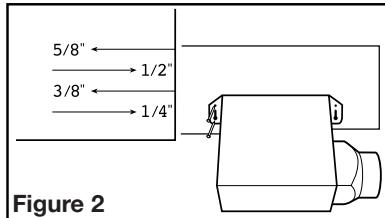
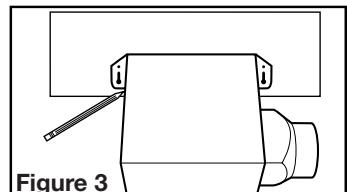

Figure 2
Figure 3
- Using the gauge on the fan’s housing (**Figure 2**), line up housing so that it will be flush with the finished ceiling or wall. Position the fan so that the tabs rest flat against the joist or stud and secure with four nails (not provided) to ensure proper installation.
- Positionner le cabinet contre la solive ou le montant et tracer le contour du cabinet sur le matériau du mur / plafond (**Figure 3**). Mettre le cabinet de côté et découper l’ouverture, en prenant bien soin de ne pas couper ou endommager d’utilité électrique ou dissimulée. Placer le cabinet près de la solive ou du montant et vous assurer qu’il soit à effleurement avec le plafond fini ou avec le mur. Fixer avec quatre clous (non-fournis) pour assurer une installation adéquate (**Figure 2**).